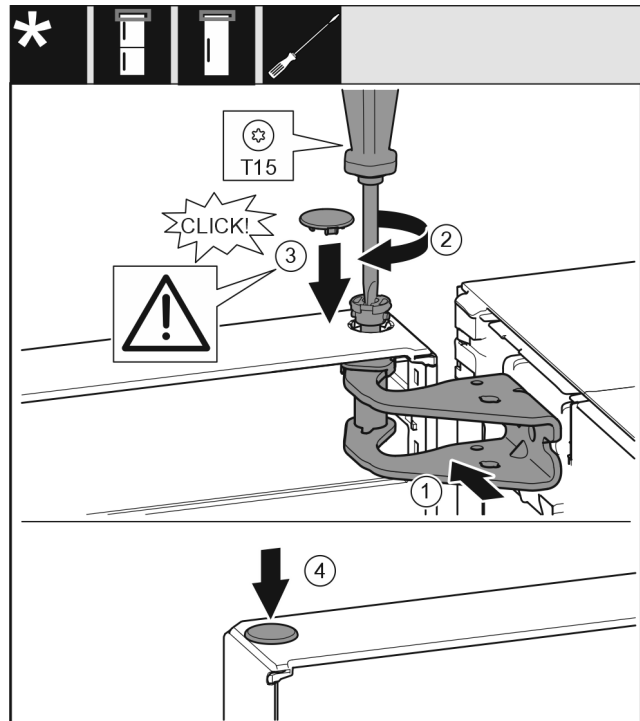

Fig. 15
- ▶ Rikta in dörren upptill så att den passar öppningen i lagerbocken. Fig. 15 (1)
- ▶ Sätt i bulten och skruva fast den med en torxskruvmejsel T15. Fig. 15 (2)
- ▶ Montera blindpluggen för dörrens låsbult: Sätt in blindpluggen och kontrollera att den är i jämnhöjd med dörren. Annars ska bulten sättas in helt. Fig. 15 (3)
- Sätt i pluggen. Fig. 15 (4)